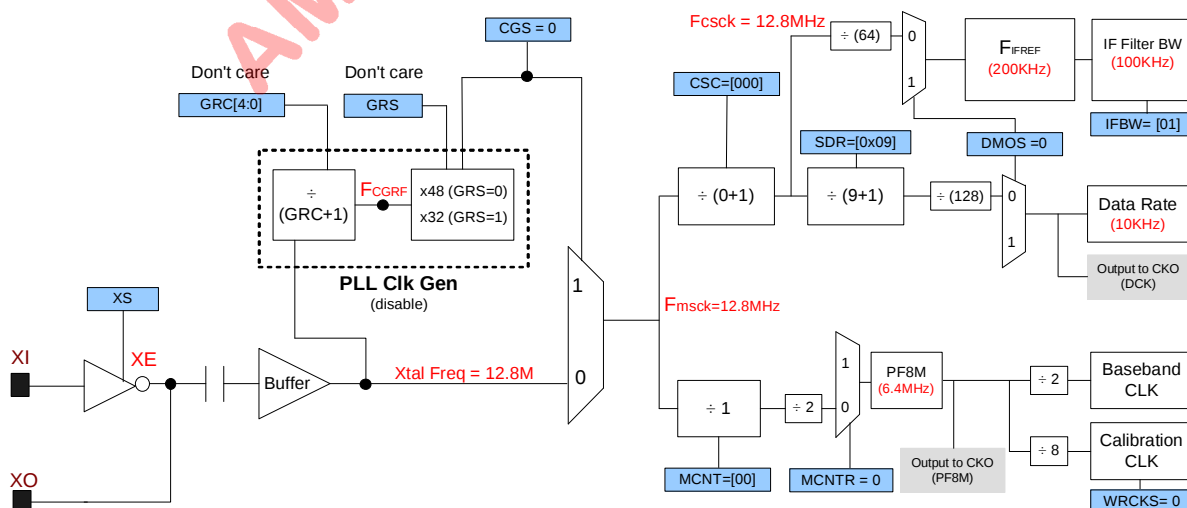

图 12.3 10Kbps 与 IFBW = 100KHz 设定
5. 如果 IFBW 是 100KHz, 请参考图 12.3，并设定不同的 CSC 与 F_{CSCCK} .